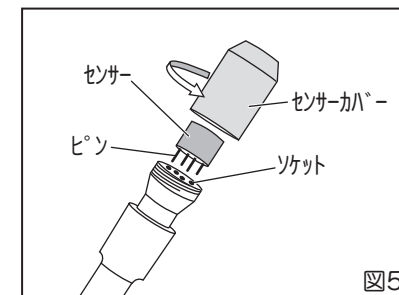

図5
1. センサー (図5)
- ①センサーカバーを外す。
- ②センサーを真っ直ぐ引き抜く。